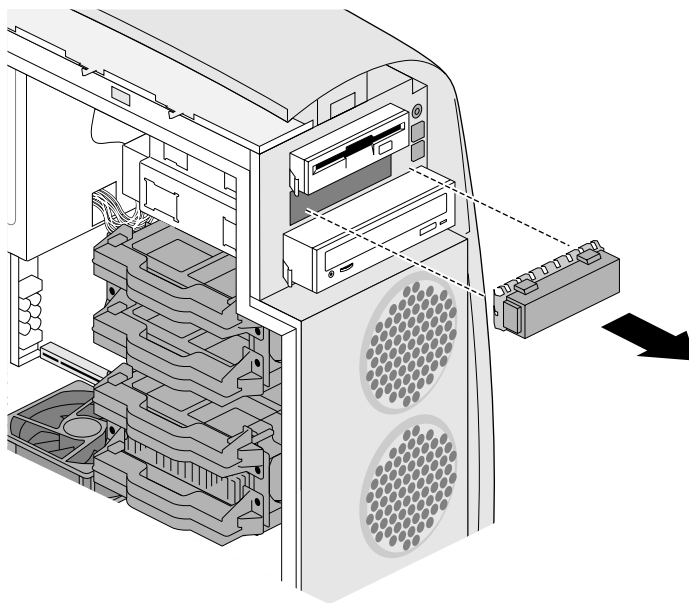

Figure 4-4 Retrait du panneau de protection
- Repérez le panneau de protection de la baie dans laquelle vous voulez placer le lecteur, saisissez-le par ses deux extrémités et retirez-le (voir Figure 4-4).